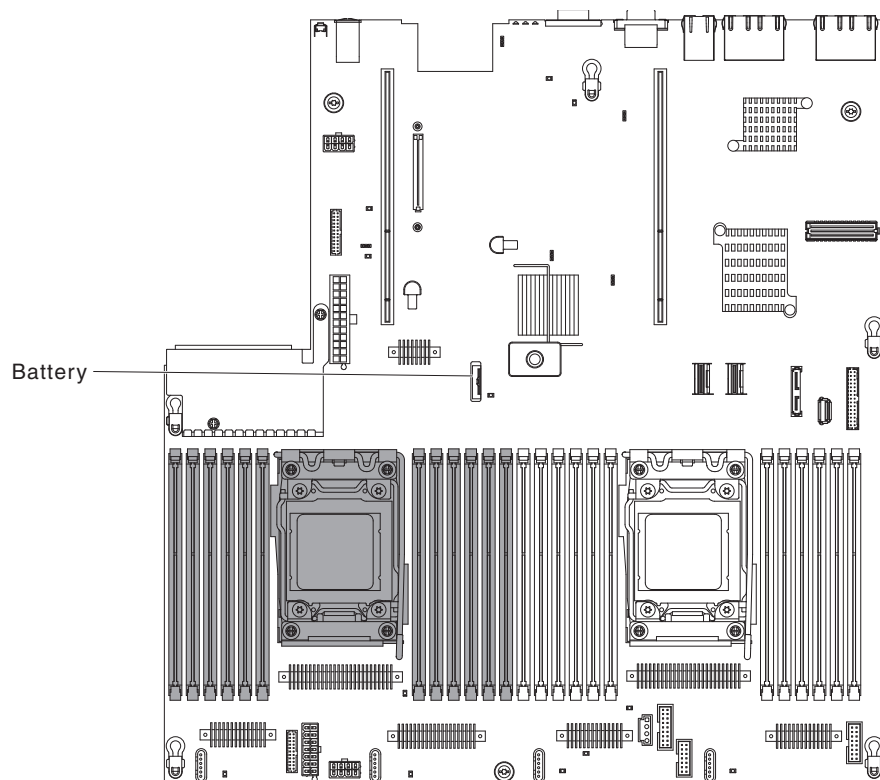

Figura 129. Local do Suporte de Bateria CMOS do SAN Volume Controller 2145-DH8
8. Localize a bateria na placa-mãe, conforme mostrado em Figura 129 na página 155.